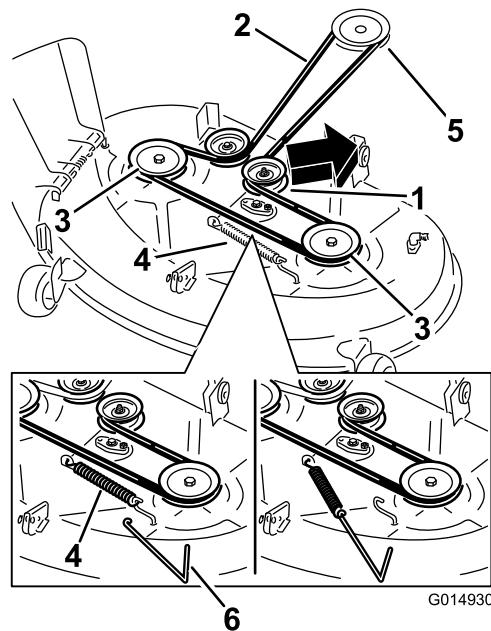
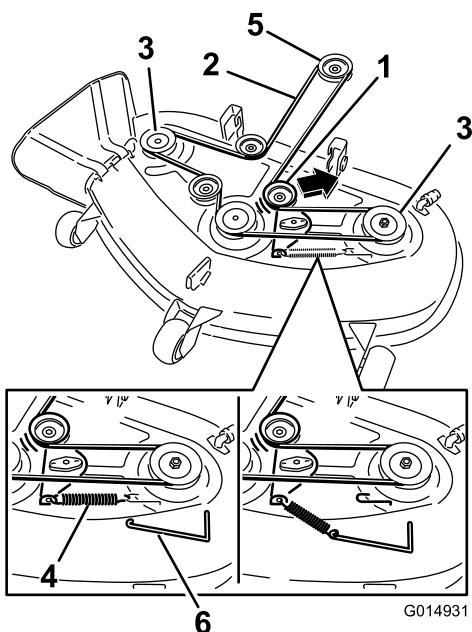

Figura 74
Figura 75
6. Utilize um removedor de molas (peça Toro n.º 92-5771), remova a mola intermédia do gancho da plataforma para retirar tensão da polia intermédia e role correia para fora das polias (Figura 74 e Figura 75).
7. Coloque a nova correia em redor da polia do motor e nas polias do cortador (Figura 75).
8. Utilize um removedor de molas, instale a mola intermédia por cima do gancho da plataforma para colocar tensão na polia intermédia e na correia do cortador (Figura 74 e Figura 75).